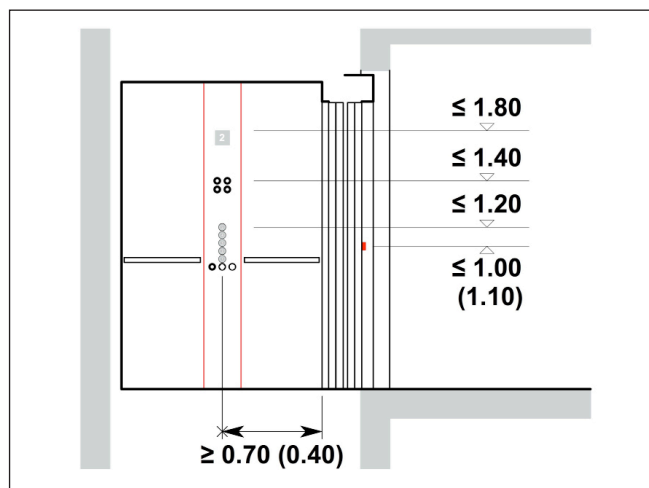

Bild 4: Höhe der Befehlsgeber (Ansicht)
- > Die oberste Taste soll max. 1.00 m über Boden angeordnet werden, zulässig nach Norm max. 1.10 m (Bild 4).
- > Befehlsgeber in der Kabine dürfen max. 1.20 m über Boden angebracht werden (Bild 4).